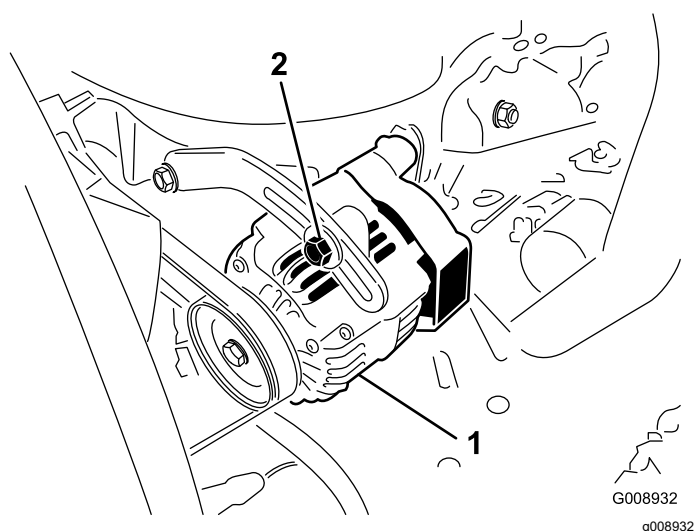

図 118
オアウターネータのベルト 図 118 は100運転時間ごとに点検します。
3. たわみが10 mmでない場合には、オルタネータ取り付けボルトをゆるめる 図 118。